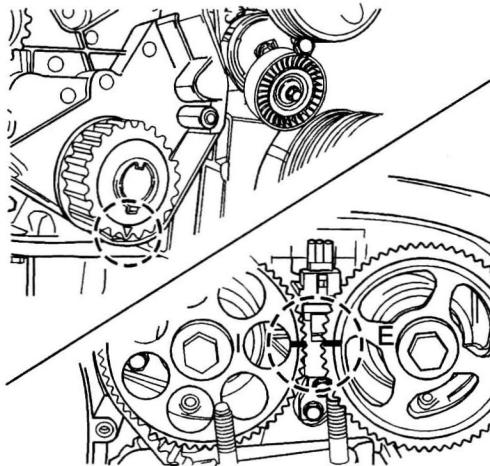

图 1-3-5 正时标记对准
17. 用曲轴皮带轮螺栓顺时针转动曲轴至少一整圈，将曲轴正时齿轮上的标记对准后正时皮带罩底部的缺口，对准凸轮轴正时齿轮的正时标记，如图 1-3-5 所示。
1. 按照图 1-3-5 所示，将曲轴正时齿轮上的正时标记对准后正时皮带罩底部的缺口。
2. 按照图 1-3-5 所示，对准凸轮轴正时齿轮上的正时标记。